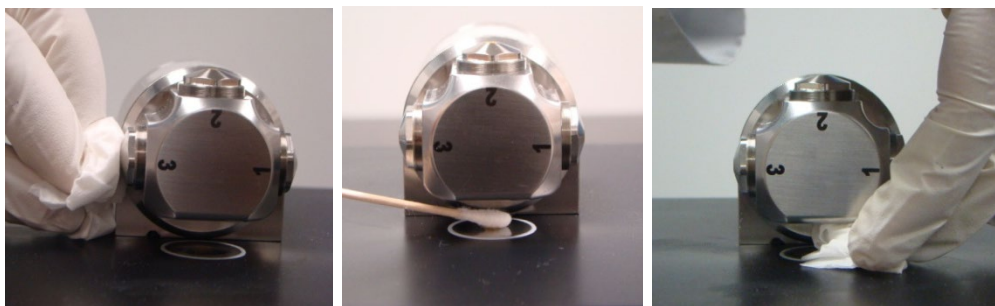

Figure 15 Nettoyage de la fenêtre Position 3 DialPath (à gauche) et nettoyage de la zone de montage d'échantillon.
- 2 Nettoyez la fenêtre de la position dernièrement utilisée pour analyse à l'aide d'un disque de coton imbibé d'acétone (voir Figure 15, qui montre le nettoyage de la Position 3).
- 3 Nettoyez la zone de montage d'échantillon inférieure (voir Figure 15).